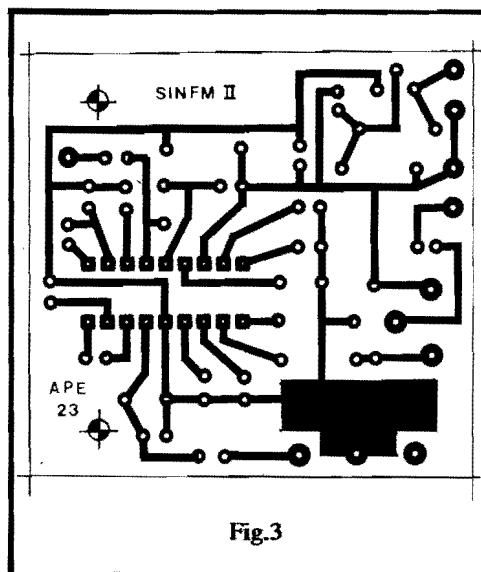

Fig.3
- FIG. 3 - Lay out do Circuito Impresso específico. Embora um pouquinho "intrincado", o desenho não é difícil, podendo ser facilmente reproduzido e confeccionado (a figura está em escala 1:1, tamanho natural, portanto...). Devem ser rigorosamente respeitadas posições e dimensões, caso contrário as peças não "casarão" com os furos, no momento das soldagens... Quem não quiser ter o trabalho de confeccionar a placa específica, pode sempre recorrer à aquisição de **todo** o conjunto de componentes, na forma de KIT (ver anúncio em outra parte da presente APE...), que inclui a placa prontinha, furada, protegida por verniz, e com o "chapeado" (diagrama de posicionamento dos componentes) demarcado em **silk-screen** pelo lado não cobreado. Em qualquer caso (placa pronta, vinda com o KIT, ou placa "feita em casa"...), o Leitor/Hobbysta que ainda não tiver muita prática em montagens deverá consultar atentamente às INSTRUÇÕES GERAIS PARA AS MONTAGENS, encarte permanente de APE (sempre lá nas primeiras páginas da Revista).